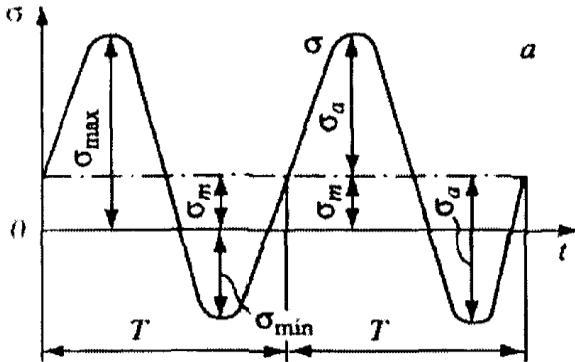

Рис.1.
3. На рис.1 и рис.2 представлена обычная синусоидальная кривая, характеризующая изменение напряжений  $\sigma$  во времени  $t$  при знакопеременной нагрузке асимметричного цикла  $sR$ . Характеристиками цикла в данном случае являются:  $s_{max}$ ,  $s_{min}$ ,  $s_m$ ,  $s_a$ ,  $T$ . Основные параметры цикла при циклическом нагружении показаны на рис. 1. и рис 2.